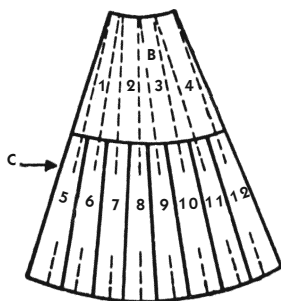

Рис. 310
5. Положите на другой лист, чтобы придать ширину, и сделайте фалды, рассчитывая добавление по нижнему краю части С чуть более половины ширины полосок (рис. 310).